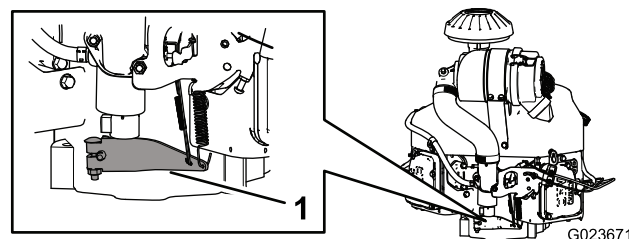

Figure 67
- Poussez le côté ressort du bras du régulateur vers le bas (Figure 67).